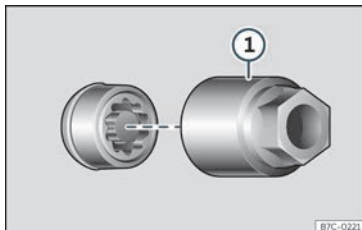

Fig. 36 Parafuso antirroubo com capa de proteção e adaptador.
- Encaixe o adaptador especial»» **Fig. 36 ①** (ferramenta de bordo»» Página 45) no parafuso antirroubo da roda até ao limite.